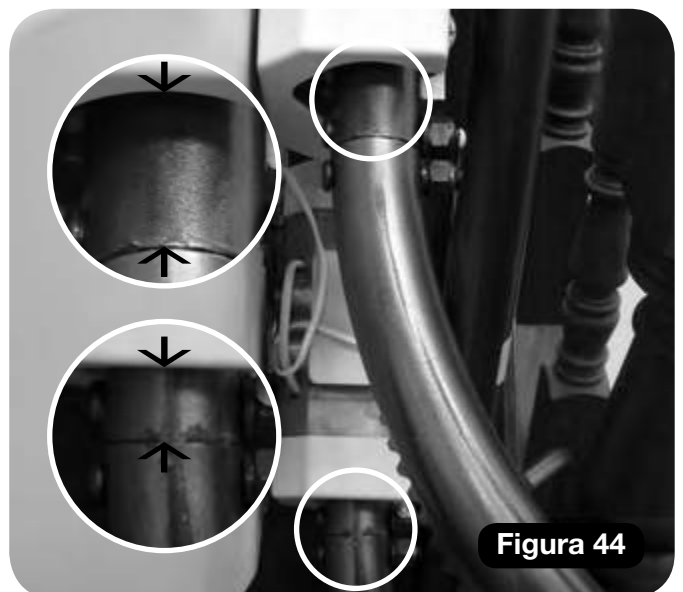

Figura 44
**Nota:** si la unidad de alimentación se carga sin la debida interconexión de los muñones superior e inferior y se opera la unidad de alimentación causará daños permanentes a la unidad de alimentación. La **figura 44** muestra como aparecerá una unidad de alimentación cargada incorrectamente. **Si esto ocurre se DEBE pedir una nueva unidad de alimentación por cuestión de seguridad.**